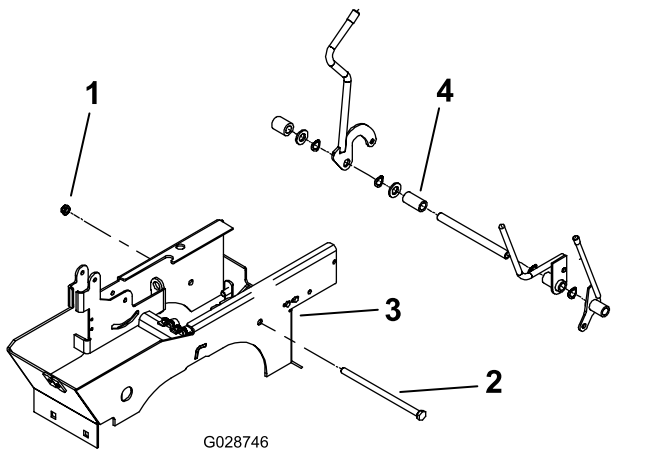

図7
6. コンソールのレバーをサポートブラケット 図 7 に固定しているボルトとナットを外し、レバーサポートブラケットからコンソールレバーアセンブリを外す。
7. アセンブリからスペーサー (図7) を取り外し、ピボットチューブの所定の位置に新しいPTOレバーを取り付ける。